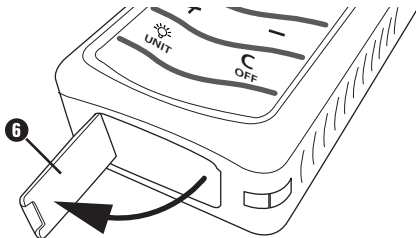

Abb. 2
- ◆ Klappen Sie den Winkelanschlag **6**, wie in der Abbildung 2 dargestellt, aus.